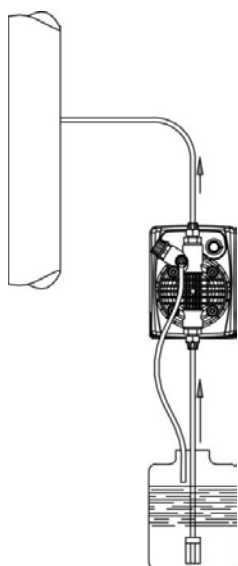
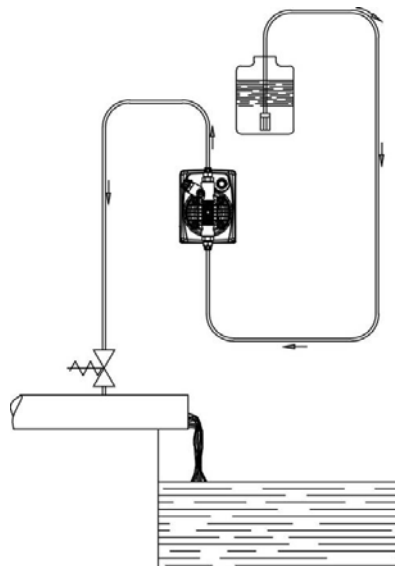

Рис. 5
Рис. 6
- c.** – Расположите насос, как показано на рис. 5, учитывая, что его можно устанавливать, как выше, так и ниже уровня дозируемой жидкости, при этом перепад уровней не должен превышать 2-х метров. Если система работает при атмосферном давлении (без обратного), а емкость с реагентами расположена выше насоса (рис. 6) необходимо часто проверять состояние клапана впрыска, т.к. его износ может вызвать попадание реагента в систему даже при выключенном насосе. Если данная проблема появляется, Вам необходимо установить обратный клапан **С** между точкой выброса и клапаном. Не устанавливайте насос над емкостью с химическими препаратами, выделяющими большое количество паров, за исключением случаев, когда емкость герметично закупорена.